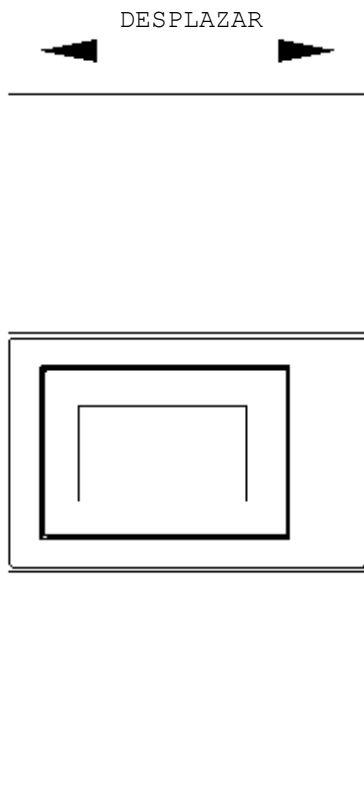

Fig. 3
c) Mueva el producto en paralelo en el mueble de cocina según la dirección de la flecha de la figura, y manténgalo centrado. (Fig. 3)